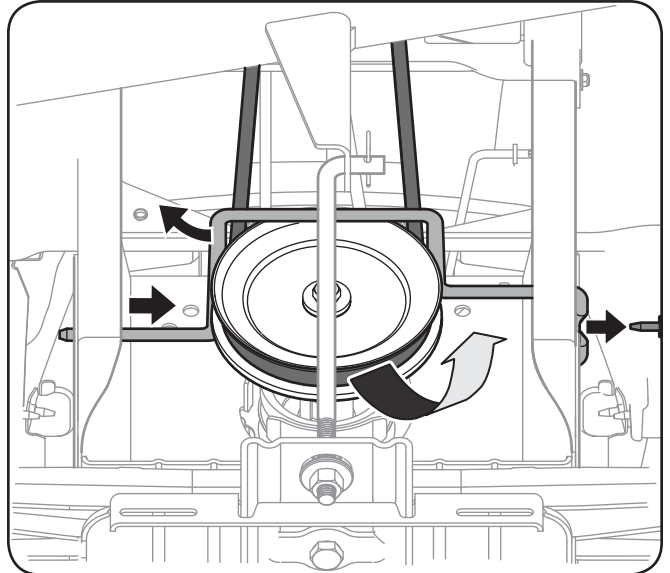

Figure 7-1
4. Enlevez la vis à tête hex. qui maintient la tige du guide de la poulie motrice sur le châssis. Voir la Figure 7-1.